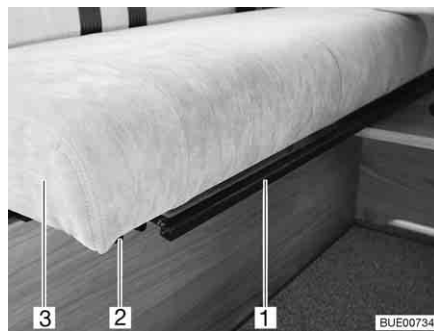

Bild 20 Sittbänkens ryggstödsinställning
- Drag bygeln (Bild 20,1) under sittytan (Bild 20,3) uppåt och håll kvar den i denna position.
- Drag försiktigt sittytan framåt på skenorna (Bild 20,2), drag till önskat läge eller till stoppläget.